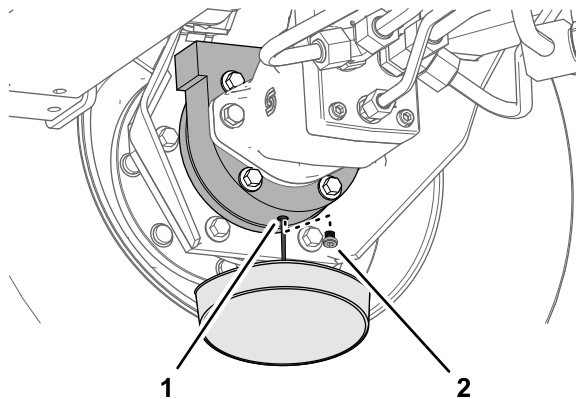

Figura 69
6. Coloque un recipiente debajo del alojamiento del freno, retire el tapón de vaciado y deje que se drene el aceite totalmente (Figura 69).